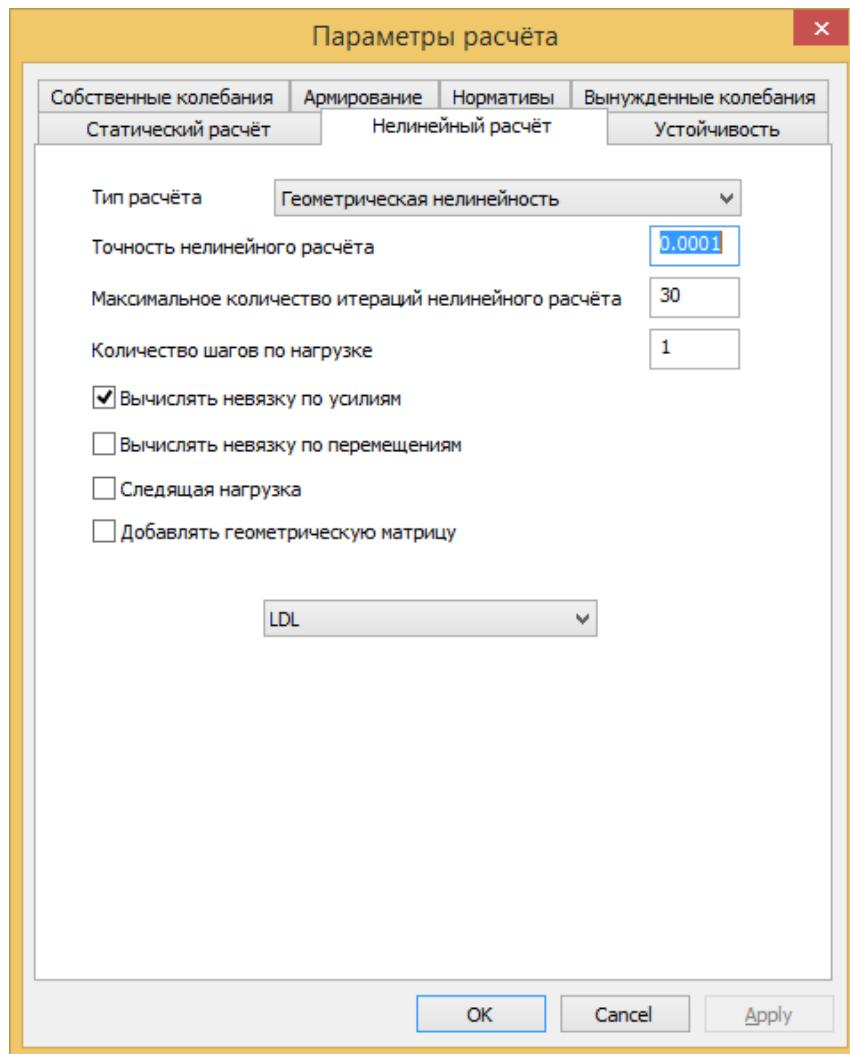

Рисунок 7.10 – Диалоговое окно задания количества итераций
- 1) Максимальное количество итераций нелинейного расчета не достигнет предельного значения (рисунок 7.10).